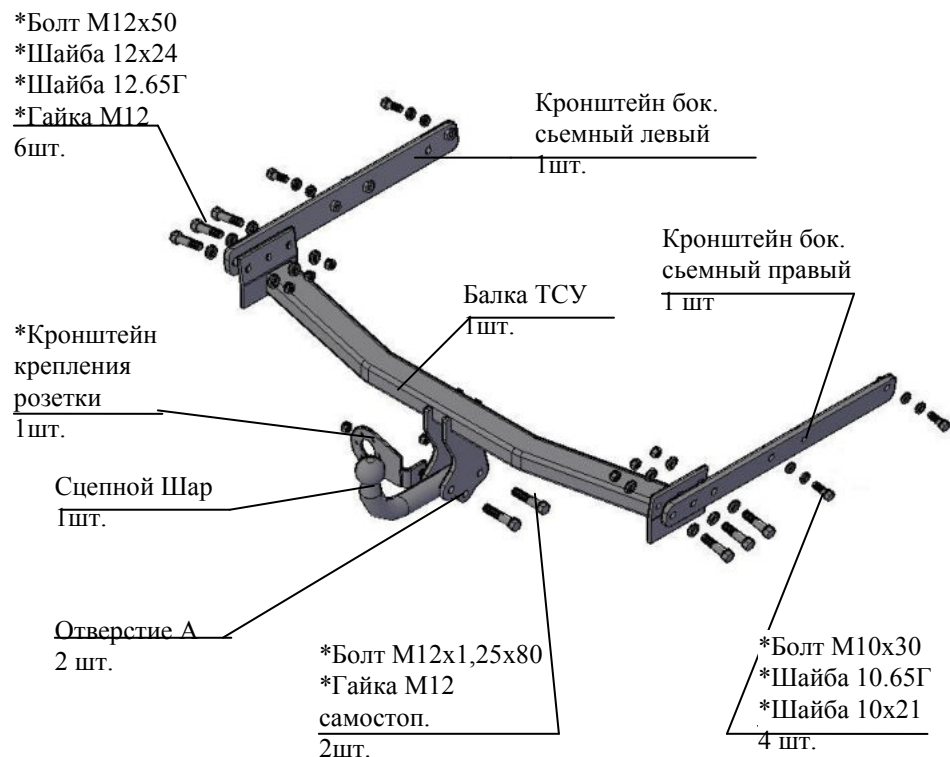

Рис.1 Тягово-сцепное устройство 6041
2.1 ТСУ 6041 в сборе (рис.1)	1 шт.
2.2 Пакет с комплектующими (см. рис.1)	1 шт.
соответствии с рис.1). Крепеж не затягивать. Шайбы 10.65Г и шайбы 10х21 поставить под головки болтов.
4.4 Установить балку ТСУ между боковыми кронштейнами и закрепить болтами М12х50 (в соответствии с рис.1). Шайбы 12х24 поставить под головки болтов.
4.6 Закрепить сцепной шар и кронштейн крепления розетки к кронштейнам шара болтами М12х80 (в соответствии с рис.1).